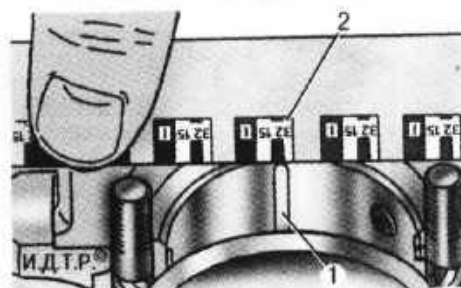

Рис. 4.41. Определение зазора в коренном подшипнике: 1 — вкладыш; 2 — шкала
17. Положите на коренную шейку коленчатого вала вдоль ее оси вкладыш 1 (рис. 4.41) из калиброванной пластмассовой проволоки. Длина вкладыша должна быть чуть меньше ширины шейки.